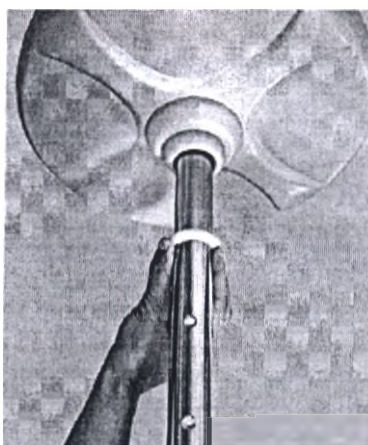

Рисунок 25
- Вставить пластиковую крышку основания штатива через конец колонны удерживать ее на требуемой высоте с помощью шайбы. (Рисунок 25).